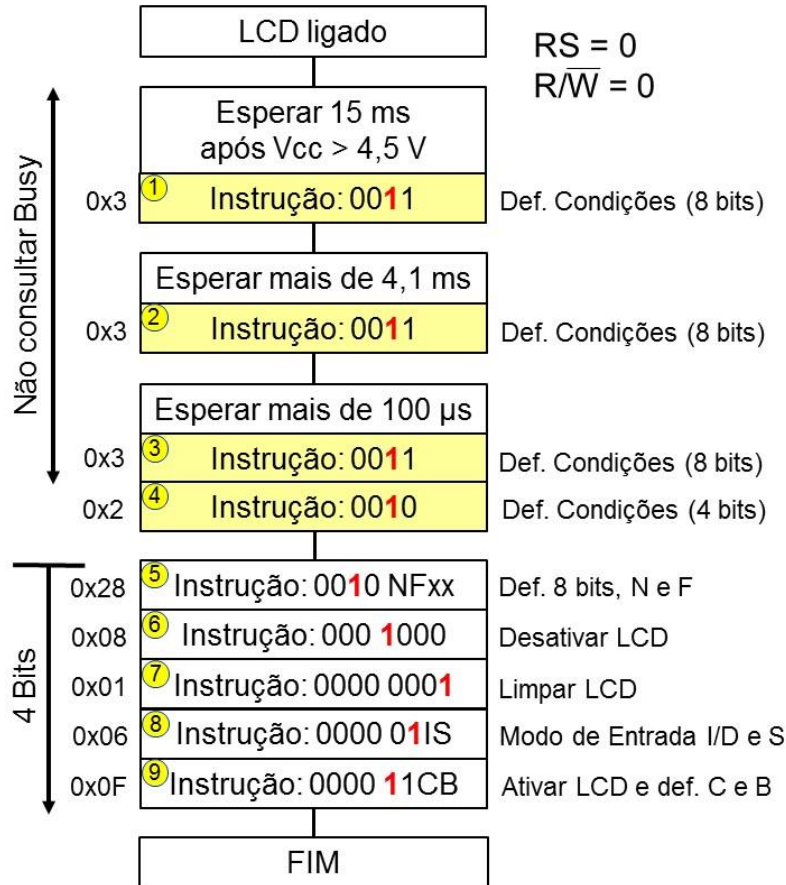

Figura 13 - Inicialização do mostrador LCD via software para barramento de 4 bits.
**Exercício 7:** Escreva a função `lcdInit()` que inicializa o LCD seguindo o diagrama da Figura 13. Note que você irá utilizar a função `lcdWriteNibble` três vezes para garantir que o LCD parte de um estado conhecido, ou seja, do modo 8 bits. Em seguida, coloca-se o LCD em modo 4 bits chamando a função `lcdWriteNibble` uma quarta vez. A partir daí devemos usar apenas a função `lcdWriteByte` para escrever as próximas instruções. Lembre-se que toda instrução é escrita com `RS = 0`, ou seja, `isChar = 0`.
Iremos repetir o exercício anterior usando a técnica de *bit-banging*. Este exercício é importante pois nem todos os microcontroladores disponíveis no mercado possuem interfaces de comunicação serial dedicada. Você pode usar os mesmos pinos do exercício anterior, porém em modo GPIO. Mantenha a mesma taxa de transferência que os exercícios anteriores. A recepção dos dados deve ser feita no centro da janela (temporal) de cada bit, conforme a figura 13, pois assim se evita erros de recepção caso os dispositivos estejam ligeiramente fora de sincronia.